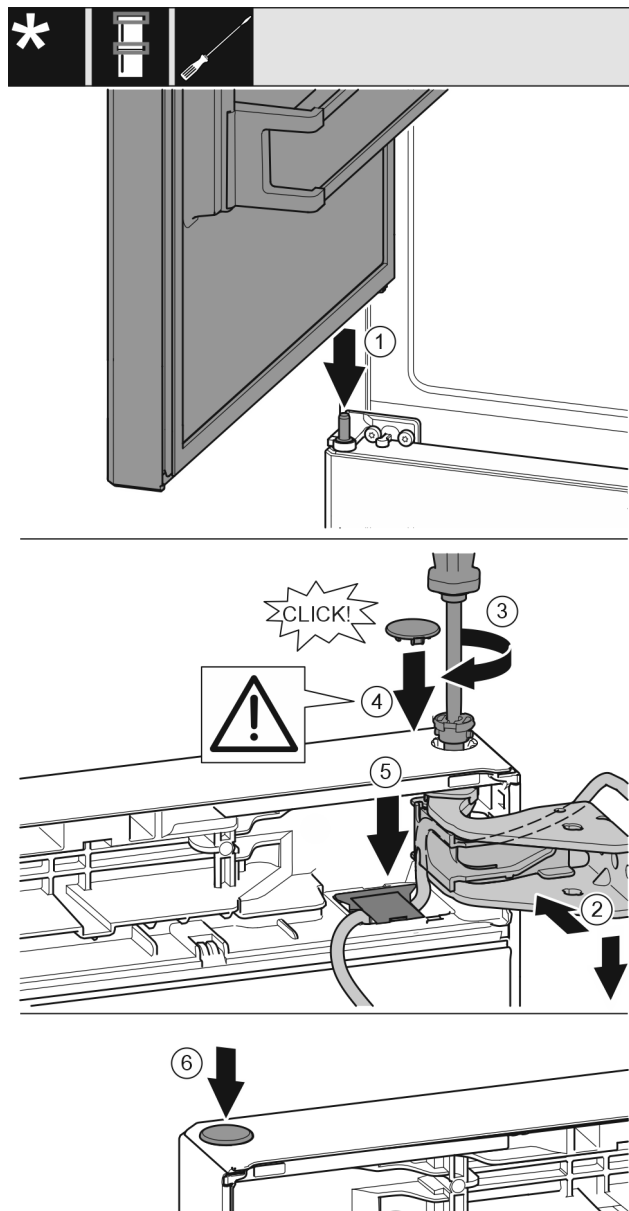

Fig. 42
- ▶ Mettere la porta superiore sul perno di supporto centrale. Fig. 42 (1)
- ▶ Allineare la porta in alto all'apertura nel blocco di supporto. Fig. 42 (2)
- ▶ Inserire i perni e serrare con il cacciavite T15. Fig. 42 (3)
- ▶ Montare la copertura di protezione della porta: inserire la copertura di protezione e controllare se appoggia sulla porta. Altrimenti inserire completamente il perno. Fig. 42 (4)
- ▶ Inserire la copertura e premerla verso il basso fino all'innesto. Fig. 42 (5)
- ▶ Inserire i tappi. Fig. 42 (6)